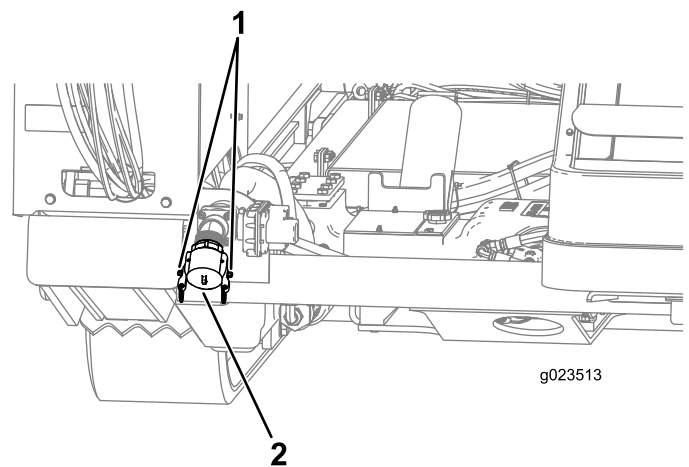

Figure 45
1. Levez les leviers de verrouillage à came sur le bouchon d'entrée de la pompe et déposez le bouchon (Figure 45).